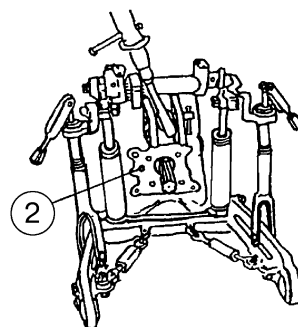

Рис.110.2
- Заверните пробки сливных отверстий и залейте свежее сезонное масло до уровня контрольно-заливного отверстия 2 в заднем мосту (рис.110.2)